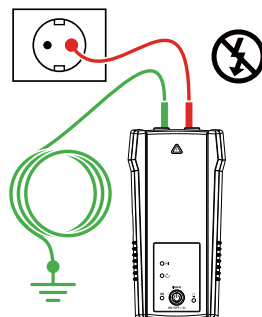

Figura 3.1c: Collegamento appropriato con terra separata
ATTENZIONE: Per motivi di sicurezza nei circuiti sotto tensione il collegamento a terra separato deve essere sempre collegato a un conduttore di terra (PE) di un'installazione elettrica (vedere la figura 3.1c).